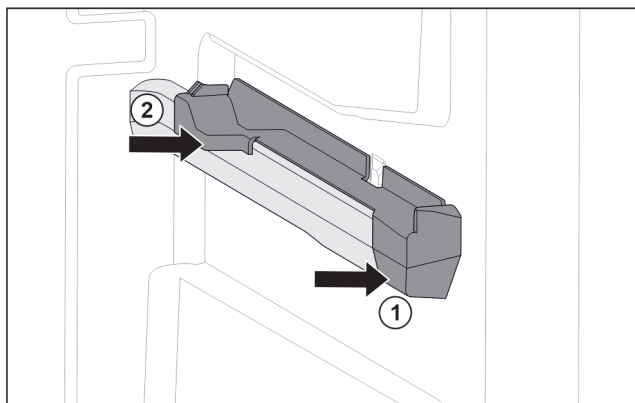

Fig. 218 Natični nastavek na desnemu nastavku za posodo
- Natični nastavek spredaj namestite na nastavek za posodo. Fig. 218 (1)
- Pritisnite natični nastavek zadaj. Fig. 218 (2)